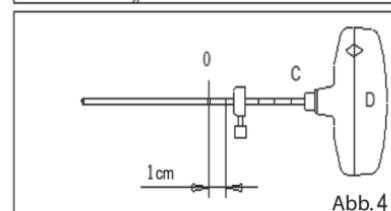

Abb. 4
- ABB. 4** Für eine visuelle Hilfestellung richten Sie die Tiefenlehre an der Biopsienadel (C) auf die entsprechende Zentimetermarkierung aus und ziehen sie fest.
Hinweis 1: Wiederholen Sie den Vorgang aus Abb. 4, falls gewünscht und anatomisch sicher.